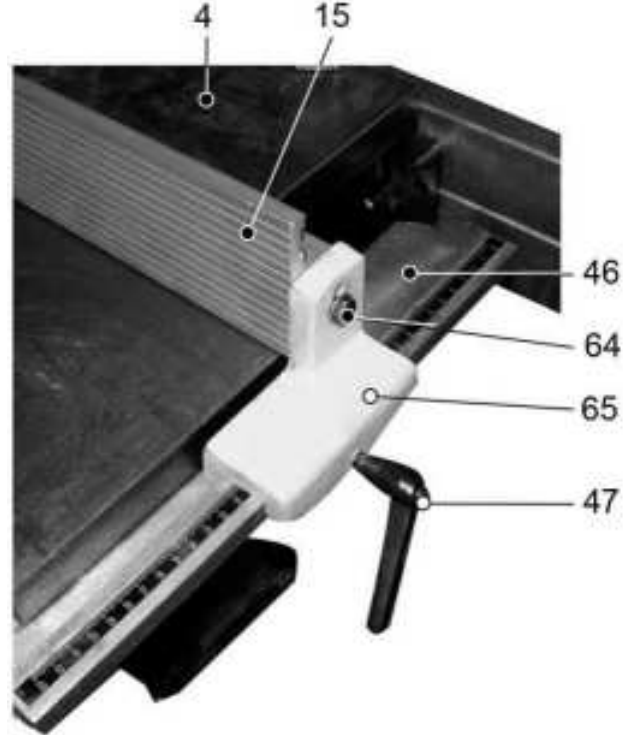

Рис. 18
- направляющую планку (15) переустановить на опоре (65) лицевой стороной к строгальному валу, как показано на Рис. 18;
- по шкале рельсы (46) определить положение направляющей планки (15) и зафиксировать положение ручкой фиксации (47);
- болтом фиксации (64) зафиксировать выбранный угол наклона направляющей планки (15) относительно подающего стола (23) (см. п. 9.6.);
- поворотом ручки фиксации (34) ослабить фиксацию положения строгального стола подачи (23);
- ручкой регулировки высоты строгания (33) установить необходимую глубину строгания (см. п. 9.5.);